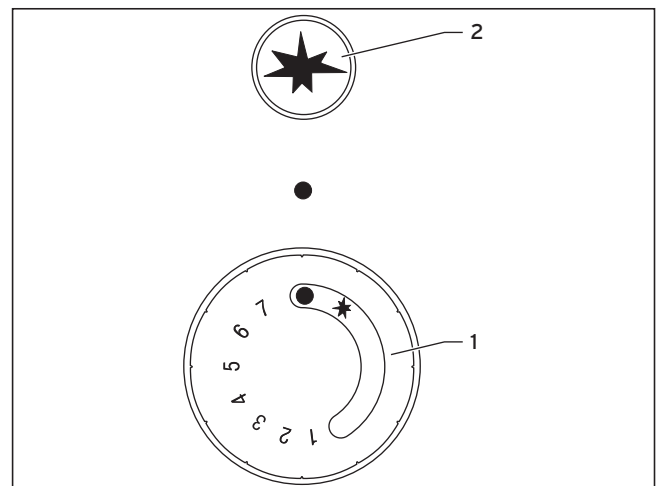

Abb. 4.2 Bedienungsknopf und Druckknopf
- Bedienungsknopf (1) in Zündposition ★ (Abb. 4.2) drehen und eindrücken.
- Druckknopf (2) für die Piezozündung ★ zum Zünden der Zündflamme mehrfach eindrücken, bis die Zündflamme brennt. Bedienungsknopf (1) ca. 10 Sekunden eingedrückt halten.
- Bedienungsknopf (1) loslassen. Erlischt die Zündflamme, darf der Zündvorgang erst nach 3 Minuten Wartezeit wiederholt werden.
- Wenn die Zündflamme brennt, die gewünschte Temperatur einstellen. Dazu den Bedienungsknopf (1) zum Beispiel auf die Zahl 4 drehen.